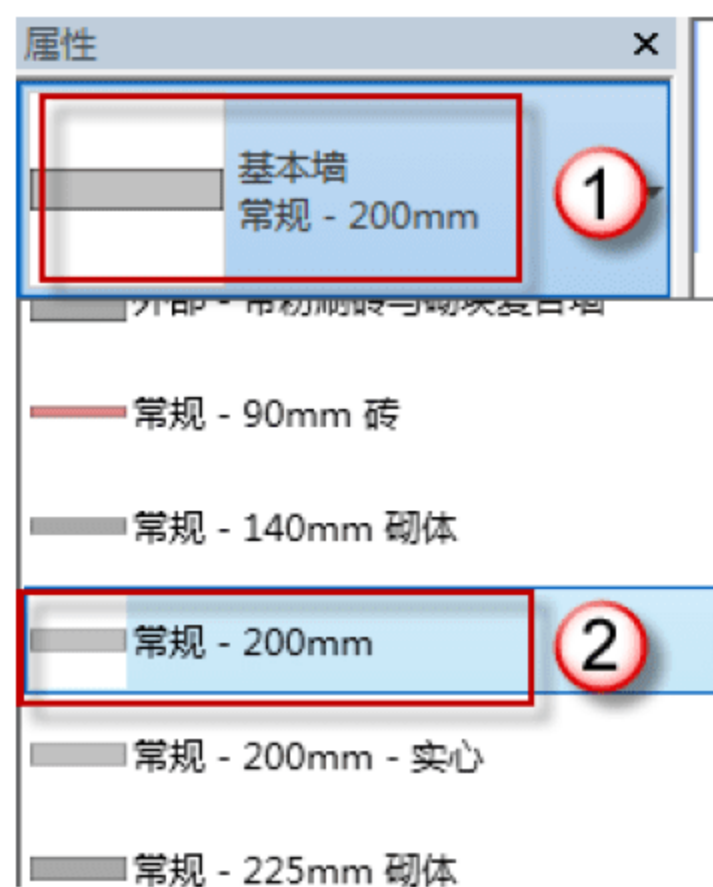

图 9.2.22 选择墙体类型
(2) 选择墙体类型。按快捷键 W+A，选择“基本墙”族。在“属性”面板中选择“基本墙”→“常规-200mm”选项，如图 9.2.22 所示。